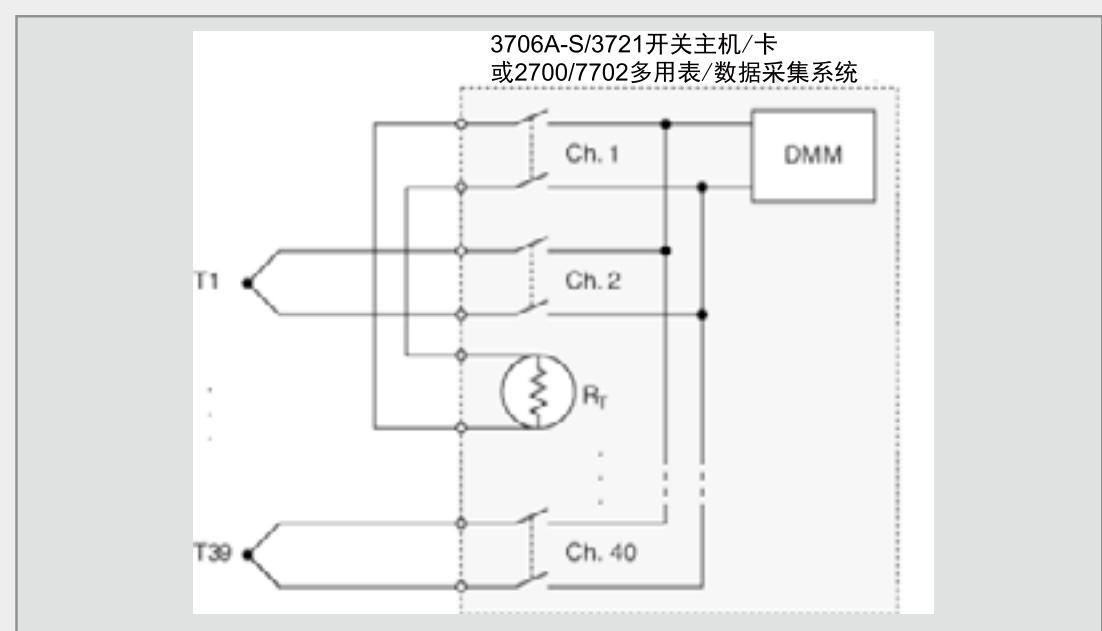

图17. 利用一个热敏电阻作为外部参考结
**外部参考结。**对于没有内置参考结的开关模块，可使用一个热敏电阻或4线RTD来采集参考温度，例如使用2700、2701、2750或3706A型。在这种情况下，将一个热电偶连接到通道1，或将一个4线RTD连接到通道1，及与之成对的通道。图17所示为使用一个热敏电阻作为外部温度传感器的例子。若要测量冷结温度，需闭合通道1。2700、2701、2750或3706A自动测量热敏电阻并计算传感器的温度。仪器将该温度读数作为随后热电偶测量时的参考温度。